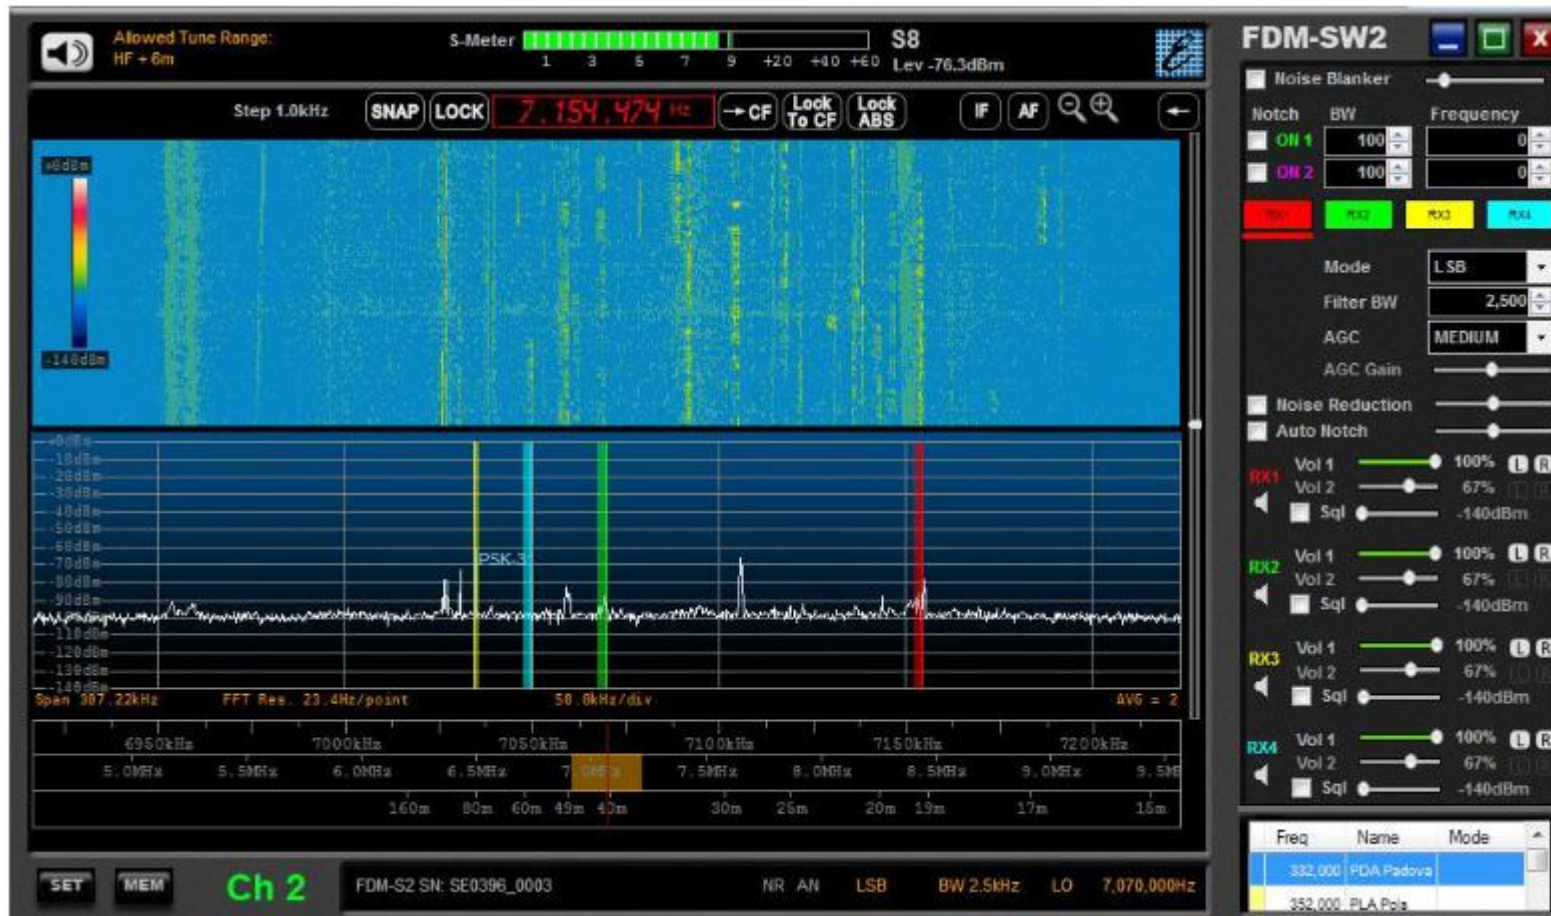

Afbeelding 1 Scherm ELAD FDM-DUO
3. De 3^e kolom betreft de uitlezing van de S-meter op het (kleine!) scherm (zie afbeelding 1) van de **ELAD FDM-DUO**, een 16-bit SDR Transceiver. De S-meter balk is goed afleesbaar met blokjes per S-punt en een onderliggende tekst-aanduiding. Grappig genoeg met dezelfde reeks als bij de IC-7300. De S-meter is conform IARU-norm geconfigureerd, dus **6 dB per S-punt**. Ook de gemeten **dBm** waarde wordt weergegeven. De IC-7300 heeft deze faciliteit niet.